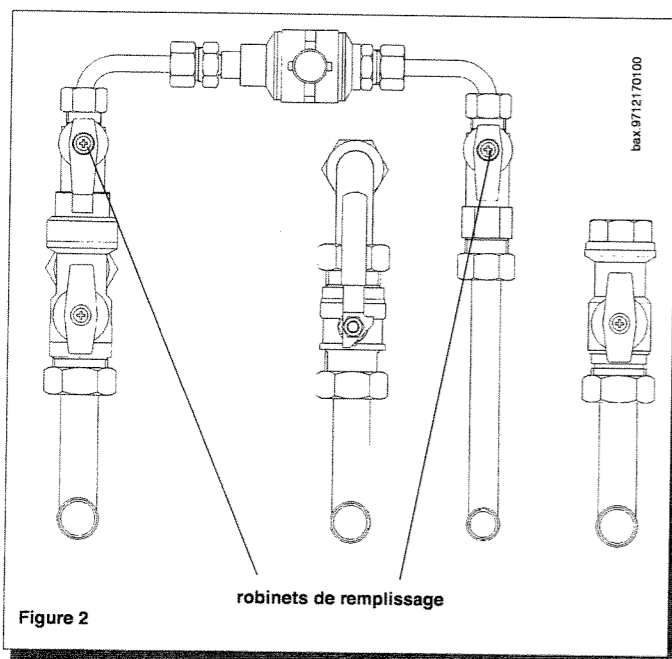

Figure 2
Important: Vérifiez périodiquement que la pression lue sur le manomètre (12) lorsque l'installation est froide soit de 0,5 - 1 bar. En cas de surpression, manœuvrez le robinet de vidange de la chaudière (photo 1). Si la pression est inférieure, manœuvrez simultanément les robinets de remplissage de la chaudière (figure 2).